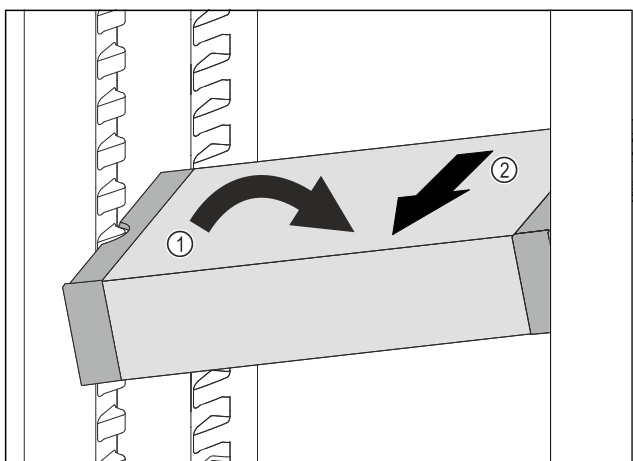

Fig. 81
- ▶ VarioSafe ustawić w chłodziarce pod skosem. Fig. 81 (1)
- ▶ VarioSafe wyjąć do przodu. Fig. 81 (2)